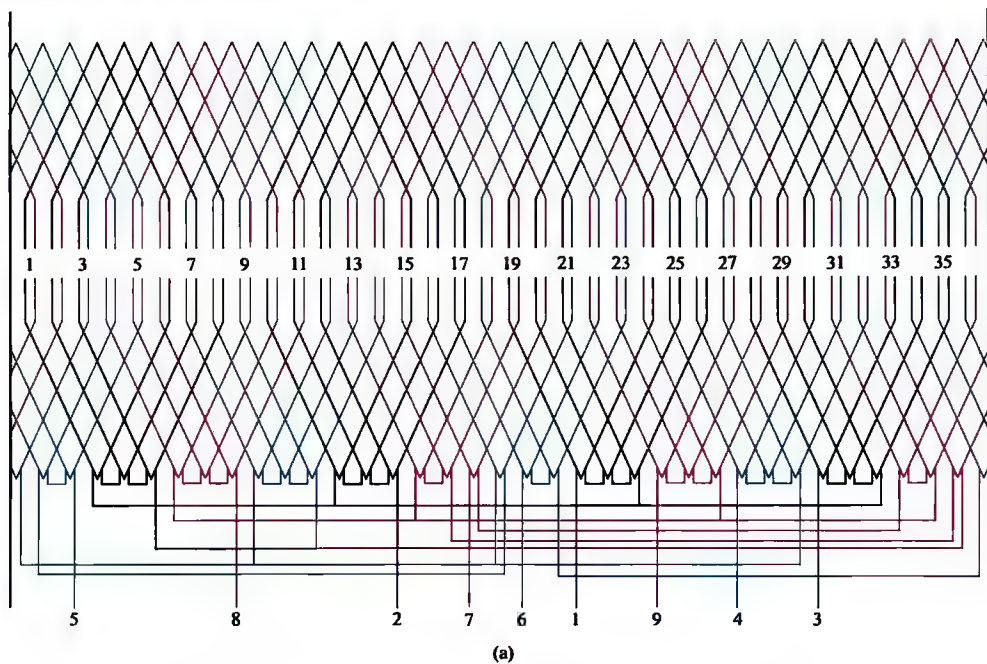

图 2-31 36 槽 8/6/4 极、2Y/2Y/2Y 接法绕组 (一)
31. 36 槽 8/6/4 极、2Y/2Y/2Y 接法绕组展开图、接线圆图与接线简图 (见图 2-31)